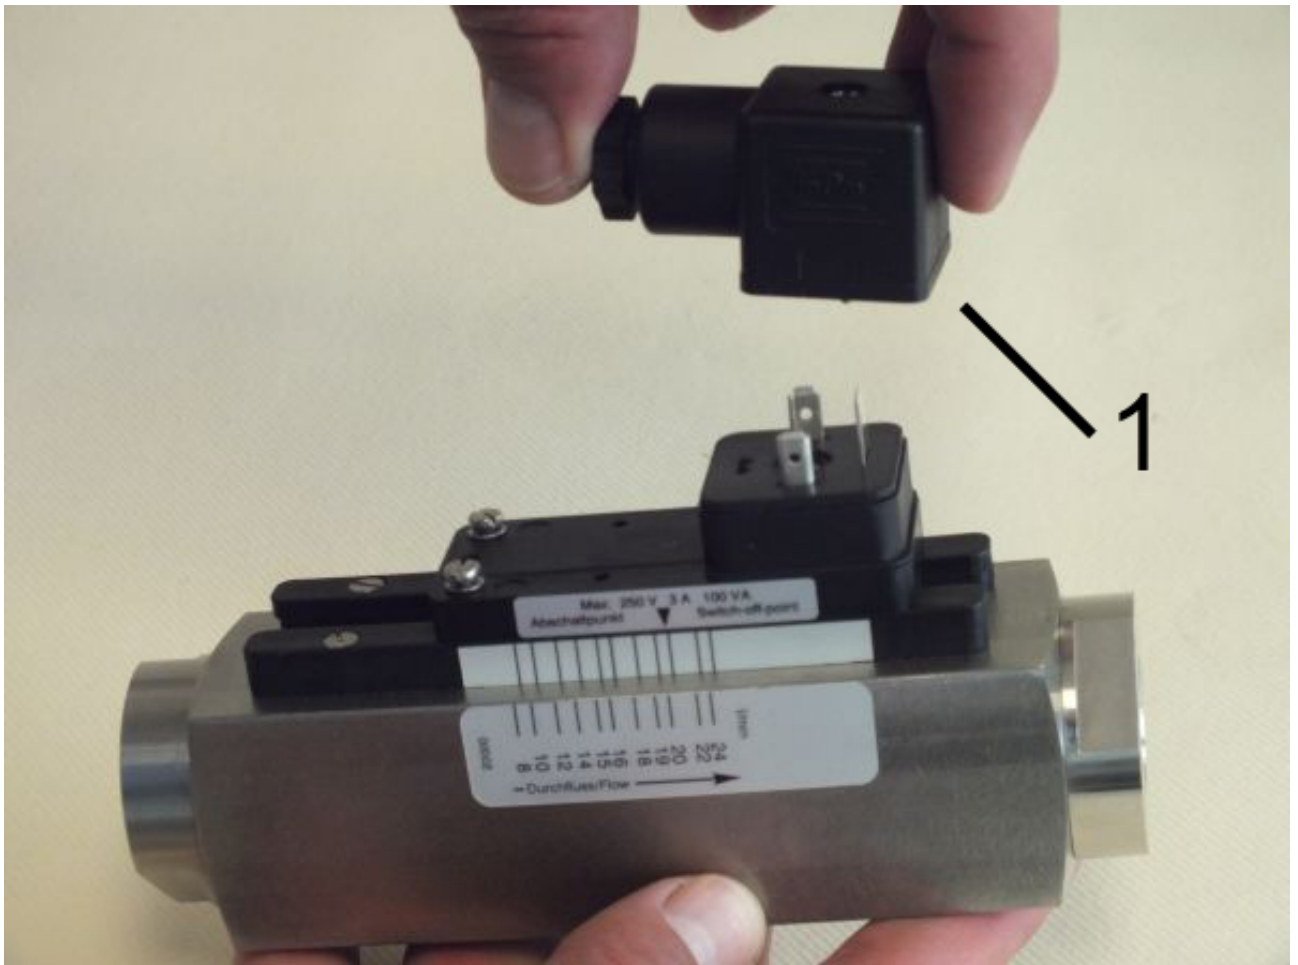

Abb. 59: Steckerdose abziehen
2. ➤ Steckerdose mit dazugehöriger Dichtung (Abb. 59/1) nach oben abziehen